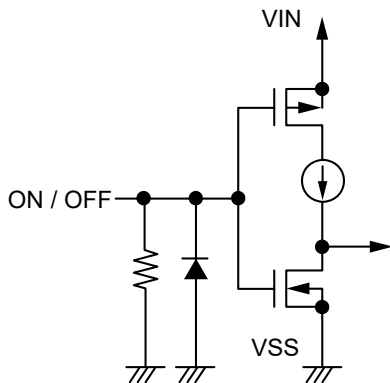

図18 S-1312シリーズA / Cタイプ
ON / OFF端子は図18、図19の構造になっています。
*1. ON / OFF端子をVIN端子に接続した状態で動作させたときのS-1312シリーズA / Cタイプの消費電流は、プルダウン抵抗に流れ込む電流分だけ多く流れますので注意してください (図18参照)。